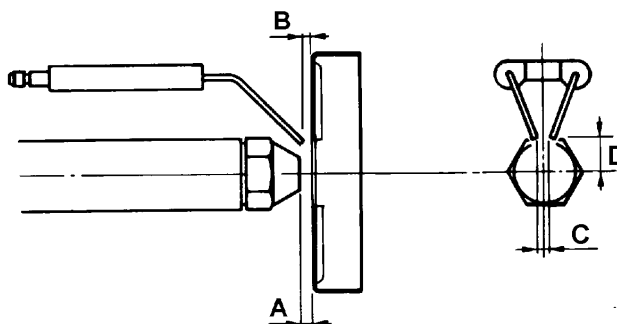

Fig. 29
- Examen electrodos de encendido y su correspondiente aislamiento cerámico, limpieza inspección y si es necesario sustitución (ver Fig. 29).
Antes de desmontar la boquilla y los electrodos, desconectar los cables CV (Fig. 26), observar las cotas indicadas en la Fig. 29 y anotarlas en la tabla Tab. 6.
⚠ Antes de proceder al desmontaje de la boquilla, relevar la cuota A real (ver Fig. 29) y anotarla en el recuadro de abajo.